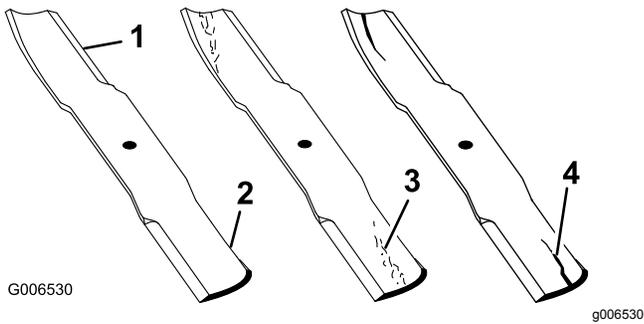

図 75
1. 刃先の部分を点検する 図 75。
4. ひび、磨耗、割れの発生などがあれば、直ちに新しいブレードに交換する 図 75。